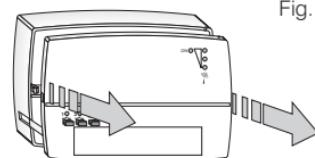

Fig. 4.i
- Estrarre il frontale dalla base (la resistenza all'estrazione è dovuta ai PIN di accoppiamento ai morsetti) (fig.4.i).